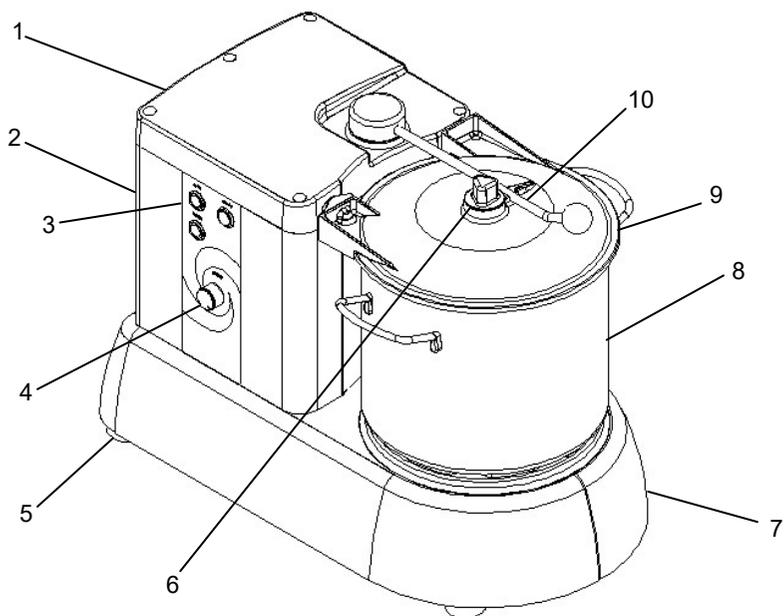

Рис.1
- микровыключатель, прекращающий работу машины в случае снятия крышки (см. Рис.1), и препятствующий включению до тех пор, пока крышка не будет
Кнопки управления находятся вдоль корпуса куттера (поз.2 - Рис.1).
1. Поверните рычаг против часовой стрелки (поз.10 - Рис.1) до того момента, когда будет возможным снять крышку (поз.9 - Рис.1)
2. **ВНИМАНИЕ!!** Поместите продукт внутрь чаши (поз.8 - Рис.1), осторожно, чтобы не повредить ножи, в случае, если куски продукта будут очень крупные, измельчите их вручную, прежде чем поместить в чашу
4. Наденьте крышку (поз. 9 - Рис.1) и поверните рычаг в положение "закрыто"
6. Во время работы машины Вы можете добавлять продукт при необходимости, для этого нужно снять колпачок (поз.6 - Рис.1), находящийся на крышке (поз.9 - Рис.1)
7. По завершении работы переместите ручку регулировки скорости (поз. 4 - Рис.1) на более низкое количество оборотов, а затем остановите машину